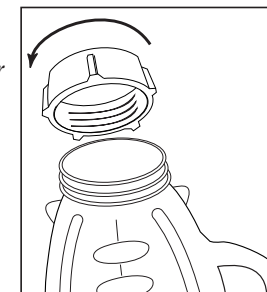

FIGURE 4
5. Enclencher la bague dans l'anneau de fixation. Mettre la bague par-dessus de la bague, les aligner avec les crans du récipient. (Remarque : S'il y a des rainures sur le dessus de la bague, aligner-les avec les crans du le récipient.) Mettre la bague sur le récipient et visser l'anneau de fixation dans le sens des aiguilles d'une montre pour bien la fixer. (Figure 4)